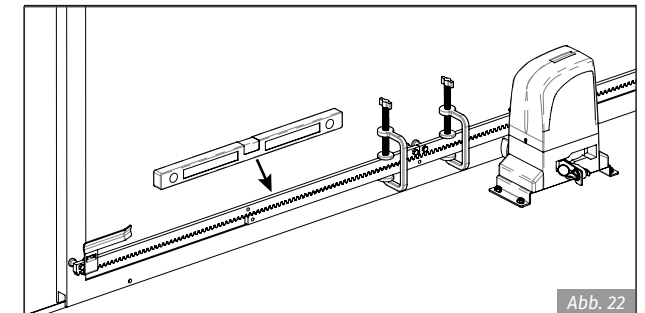

Abb. 22
- Fügen Sie ein weiteres Element der Zahnstange hinzu und synchronisieren Sie beide Elemente. (Abb. 22).